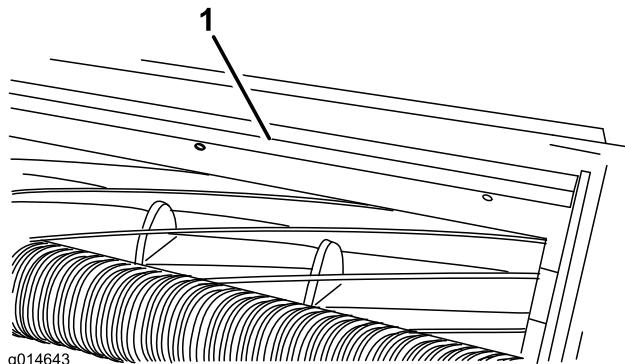

図 12
1. バー図 12をカッティングユニットに固定しているねじをゆるめる。